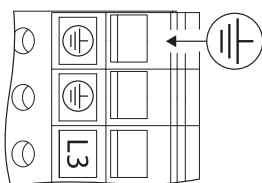

Fig. 26: Extra jordning
- På grund av den förhöjda avledningsströmmen för motorer fr.o.m. 11 kW krävs extra jordning enligt EN 61800-5-1:2008-04 (se Fig. 26).